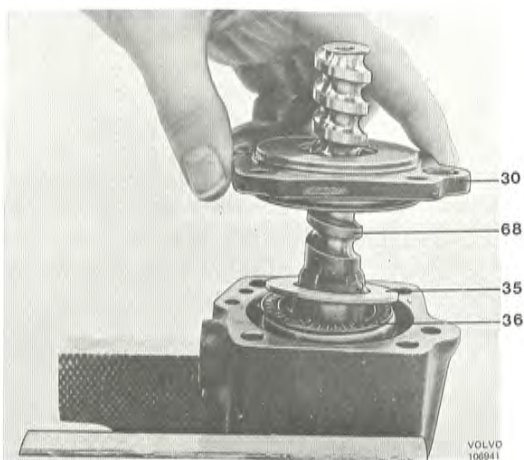

Bild 94. Montering av lock
2. Spänn fast ventilhuset (56) med det större hålet uppåt (jämför bild 94). Sätt den förmonterade snäckskruv i huset. Träd på nållager (36), lagerbricka (35) och lock (30), se bild 94. Spänn fast locket med hjälp av skruvarna (50 och 52) samt 4 muttrar M8. Åtdragningsmoment 34 Nm
(3,4 kpm). Kontrollera att det inte finns glapp i lagringen. För att vrida snäckskraven skall ett moment av 0,15–0,25 Nm (1,5–2,5 kpcm) erfordras. Mäts detta enligt bild 94 skall vågen ge ett utslag på 17–29 N (1,7–2,9 kp).